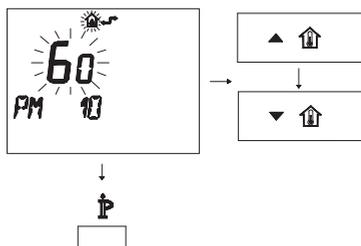

Figura 5.80
- Per modificare il SET programmato agire sui pulsanti ▲ o ▼ e aspettare che il numero programmato cominci a lampeggiare (Figura 5.80).